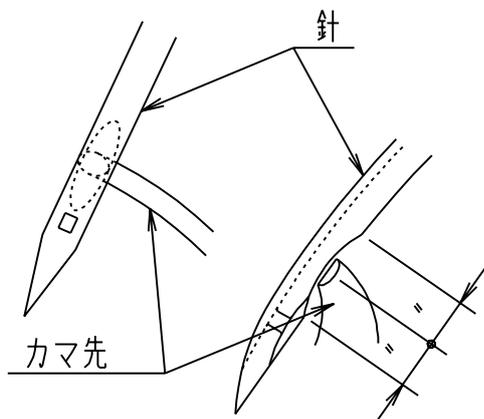

図 2
- 4) ミシン側面のブレーキ解除スイッチを”入”にして、ハンドルを回転方向に回して、針が最下点から上がっている状態で、カマ先が針の左端で、カマ先が針のエグリの中心（図2）になっているか確認する。